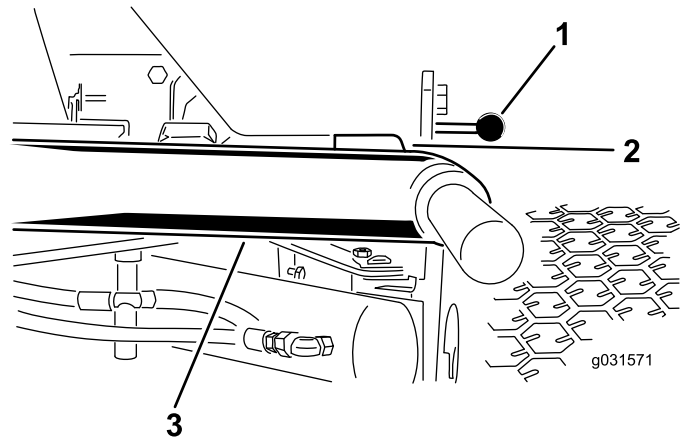

图 13
1. 启动发动机升起滚刀组确保各个提升臂与底板支架之间的间隙介于 58mm 之间如 图 13 所示。